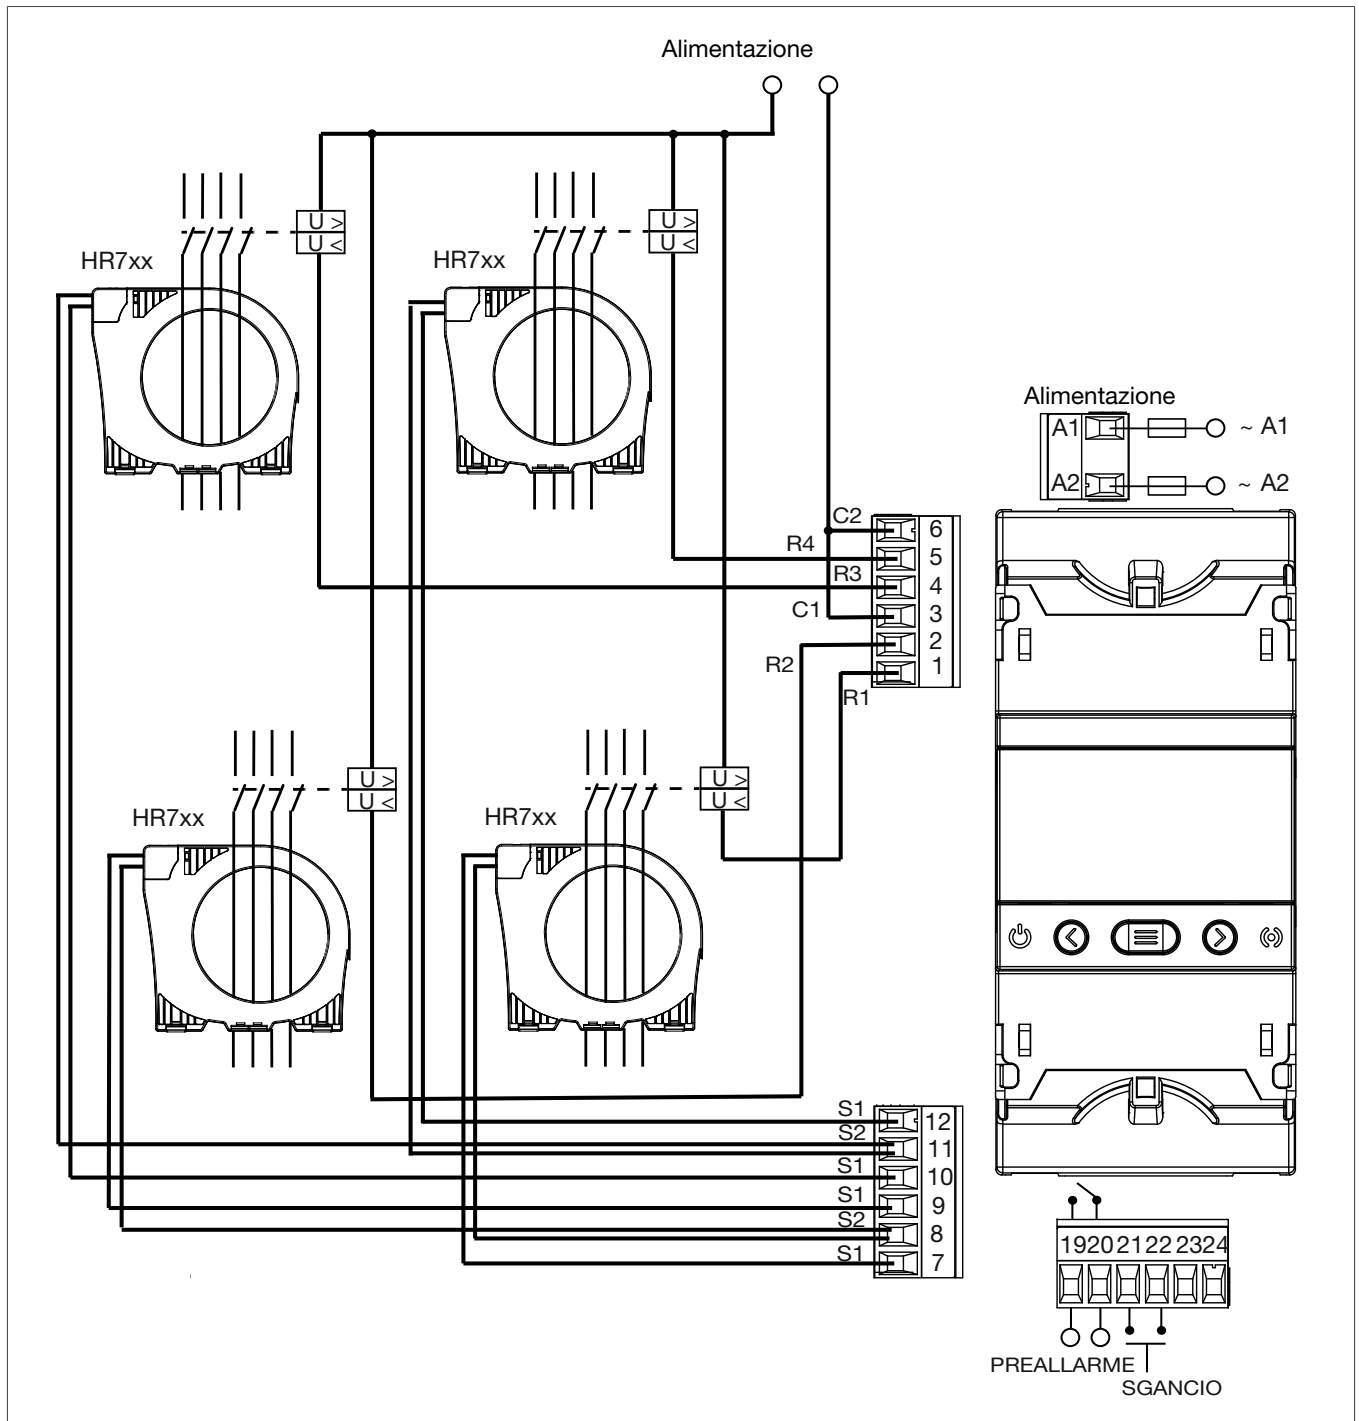

Fig. 4: Collegare il dispositivo
- 3 Collegare e cablare il dispositivo (Fig. 4: Collegare il dispositivo).